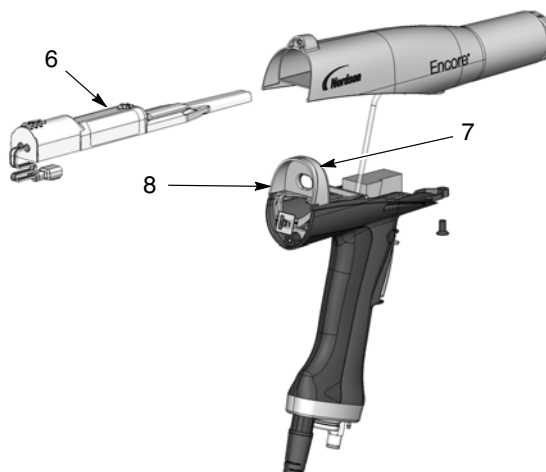

Figura 6-4 Remoção da alimentação de corrente do corpo da pistola
1. Consulte a figura 6-4. Deslize a fonte de alimentação (6) para fora do corpo da pistola.
2. Verifique a junta (7) na parte traseira da divisória (8). Substitua-a se ela estiver danificada. A junta está colada à divisória com cola sensível à pressão.